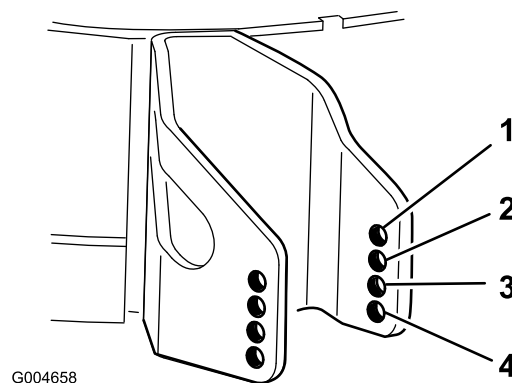

Figura 19
- Seleccione el taladro que hará que el rodillo protector del césped esté lo más próximo posible a la altura de corte deseada (Figura 19).